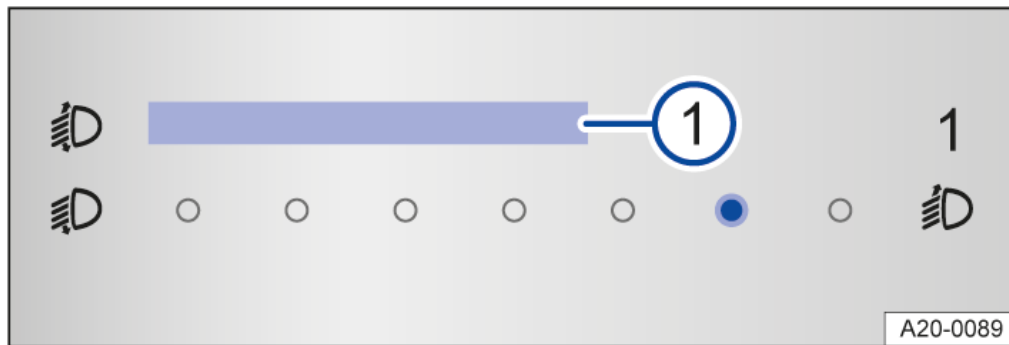

Abb. 1 Im Infotainment-System: Touch-Regler für Leuchtweitenregulierung.
Ausstattungsabhängig kann die Leuchtweite im Infotainment → Abb. 1 eingestellt werden.
- Funktionsfläche **Fahrlicht** antippen, um den Menüpunkt **Leuchtweitenregulierung** → Abb. 1 **1** zu öffnen.